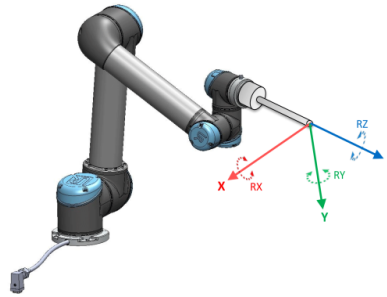

FIGURE 13.2 – Fonction de l'outil (point central de l'outil)
*Fonction de* : l'outil son origine se trouve au centre du TCP (point central de l'outil) actuel (voir figure 13.2)